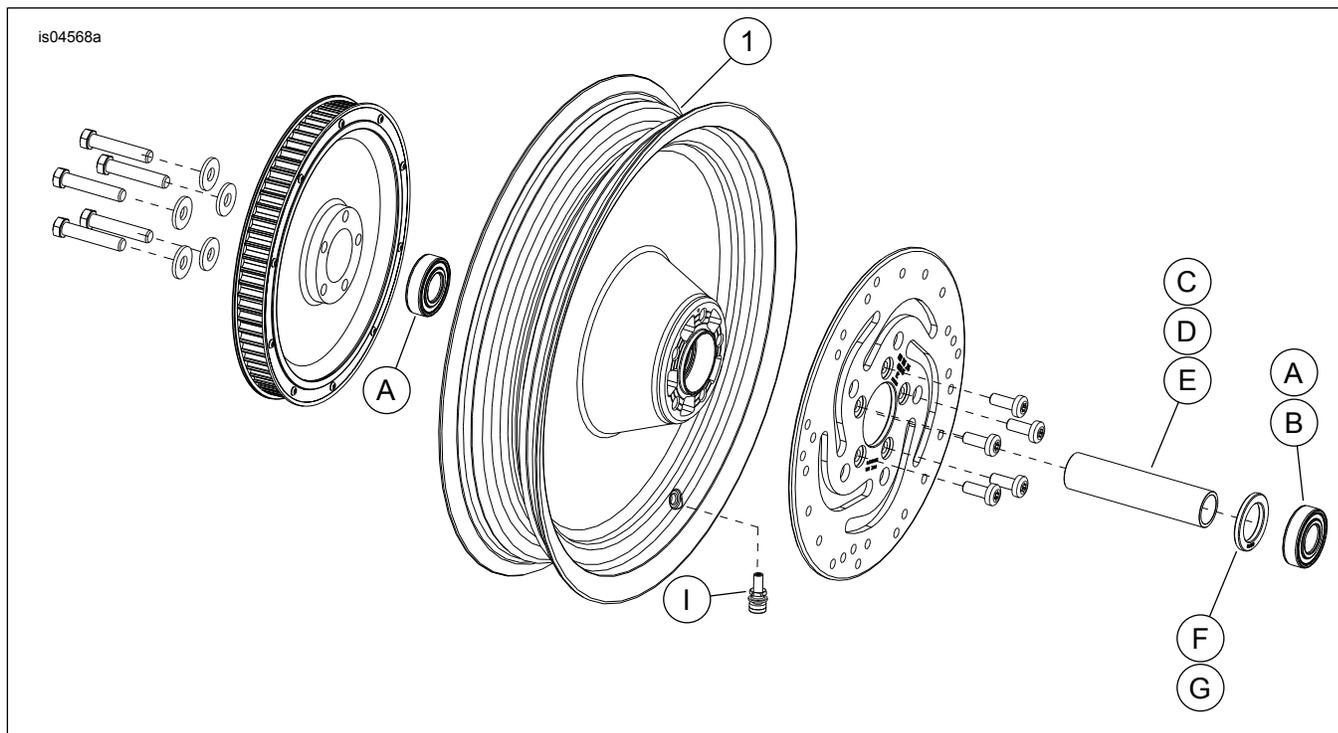

Figura 1. Parti di ricambio: Ruote posteriori a disco (è illustrata la ruota da 16 pollici)
Vedere Figura 1 e Tabella 2
2. Vedere Figura 1. Installare il gruppo dello stelo della valvola (I) sulla ruota. Vedere PNEUMATICI nel manuale di manutenzione.